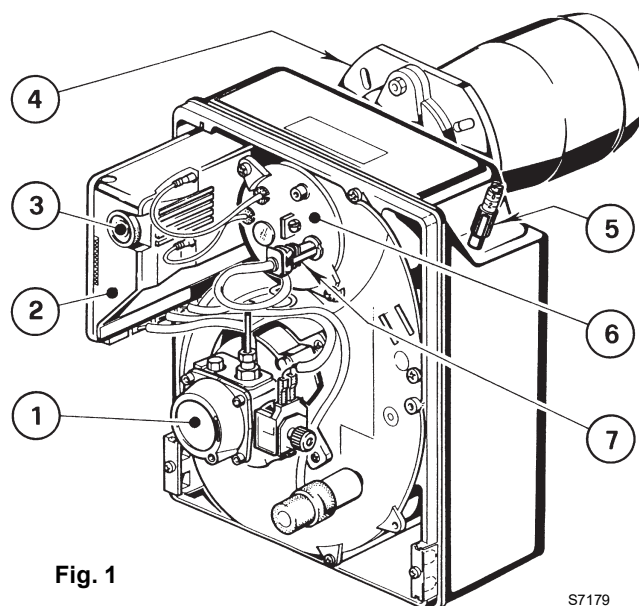

Fig. 1
- Effectuer le nettoyage de le capteur flamme, (7, Fig. 1, à la page 1).